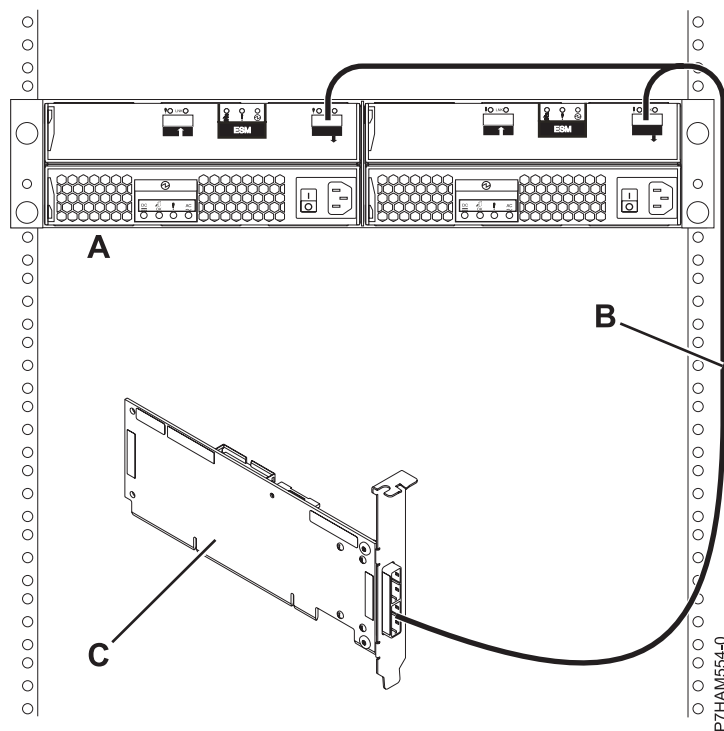

Figure 11. Connexion d'un boîtier d'unité de disque 58/86 à un adaptateur SAS unique à l'aide d'un câble YO
- Effectuez la connexion d'un boîtier d'unité de disque 58/86 (**A**) à un adaptateur SAS unique (**C**) à l'aide d'un câble YO (**B**), comme illustré dans la figure 11.